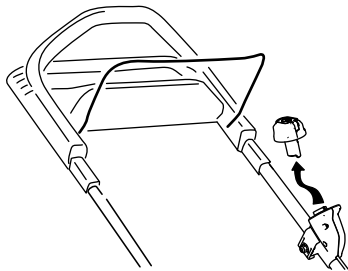

Figura 24
1. Retire el botón de arranque eléctrico (Figura 24).